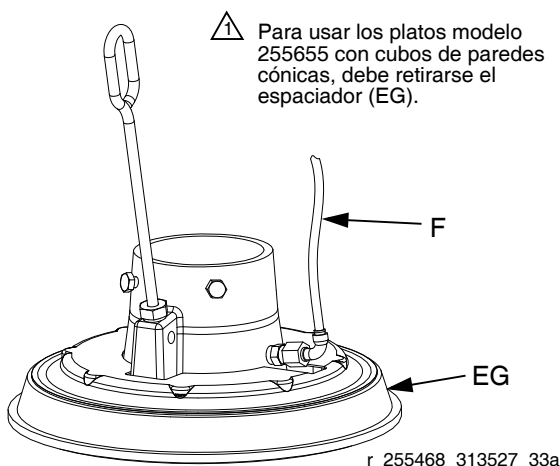

FIG. 10
Vea la FIG. 10. Si el plato no sale fácilmente del cubo cuando se levanta la bomba, es posible que el tubo de asistencia con aire (F) o la válvula de retención estén obstruidos. Una válvula obstruida impide que el aire llegue a la parte inferior del plato para ayudarlo a levantarse y salir del cubo.
2. Libere el tubo de asistencia con aire (F) en el plato. Limpie todas las piezas de la válvula y vuelva a armarla.
3. Retire la varilla de purga (EK) del plato. Empuje la varilla de purga a través de las lumbreras de alivio de purga para eliminar los residuos de material.